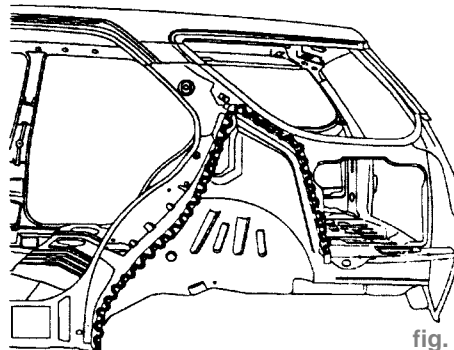

fig. CAR. 263
- Appliquer une colle de calage structurale (fig. CAR. 263).